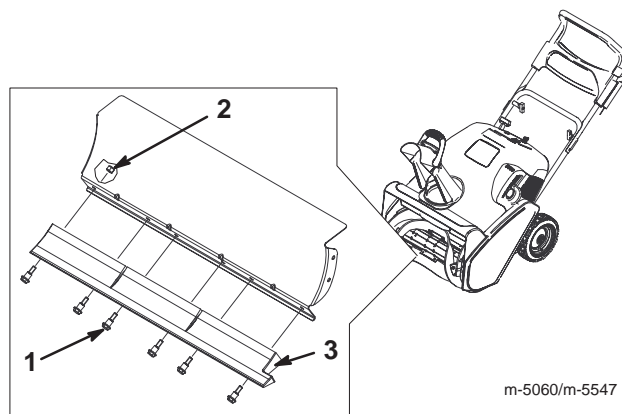

Bild 16
5. Entfernen Sie die sechs Schrauben und Sicherungs-muttern, mit denen die Schürfleiste abgesichert wird (Bild 16).